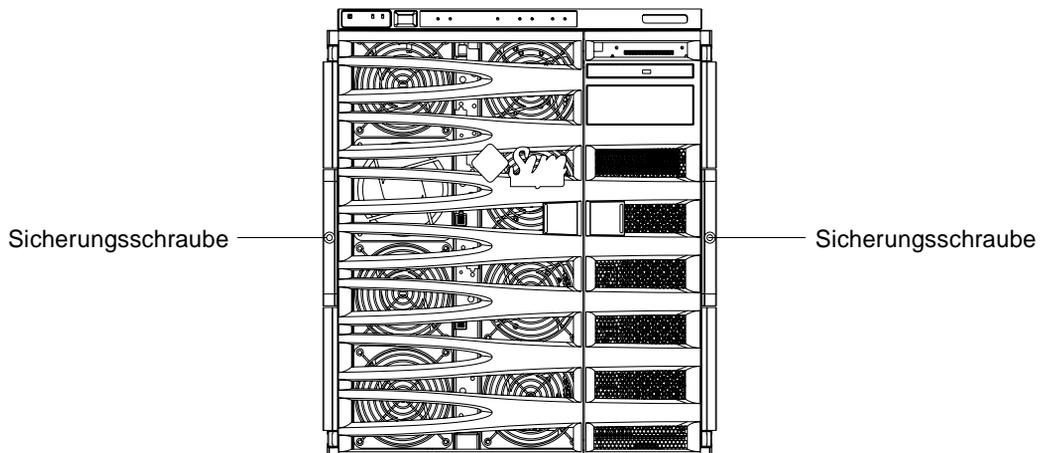

ABBILDUNG 1-14 Anziehen der Sicherungsschrauben
11. Befestigen Sie die beiden Sicherungsschrauben an der Vorderseite des Systems, um das System im Schrank zu sichern (ABBILDUNG 1-14).